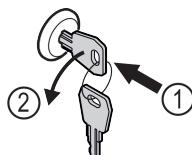

Fig. 179
- Uvucite ključ. Fig. 179 (1)
- Okrenite ključ za 90° nalijevo. Fig. 179 (2)